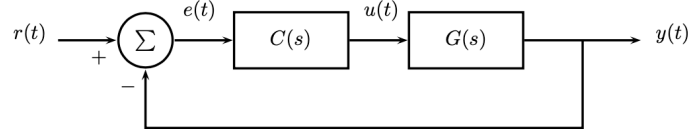
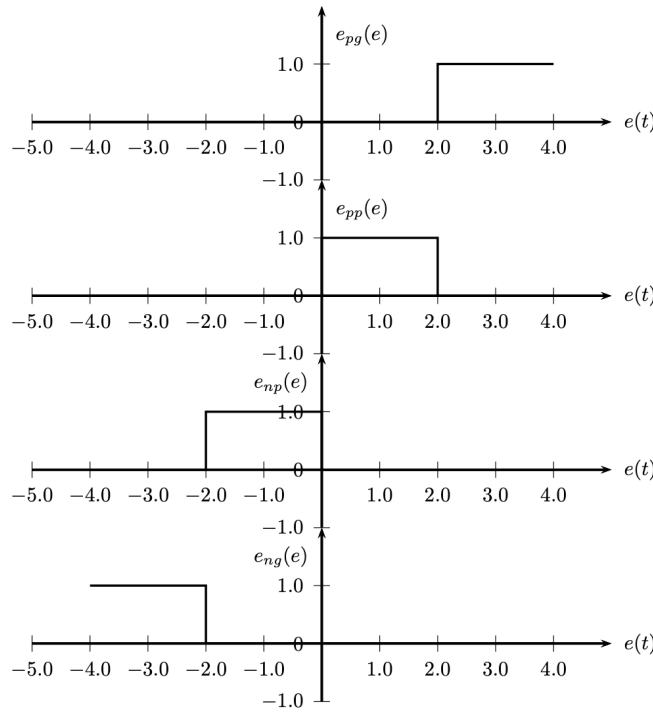

Figura 2: Sistema de control.
Figura 3: Conjuntos Booleanos en función del error.
2. Para el sistema de la Figura 2 se requiere implementar un controlador basado en automatismos. Como entrada del controlador se tiene el error con los conjuntos de la Figura 3 y como salida la acción suministrada a la planta la cual puede ser:  $u_{ng} = 1$ ,  $u_{np} = 0.5$ ,  $u_z = 0$ ,  $u_{pp} = 0.5$  y  $u_{pg} = 1$  (ajustables). La referencia de entrada  $r(t)$  es de tipo escalón unitario  $r(t) = \mu(t)$ . El modelo de la planta es: